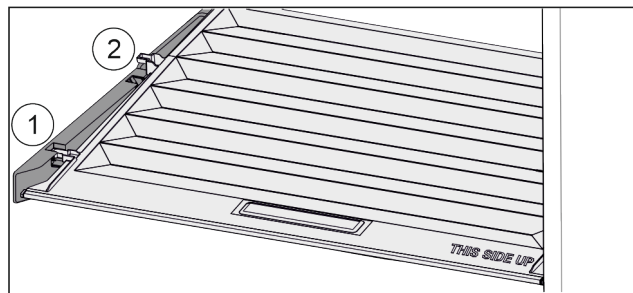

Fig. 27
- Кришку до отвору в деталях для підтримки потягнути вперед Fig. 27 (1).
- Підняти ззаду знизу та вийняти Fig. 27 (2) вгору.